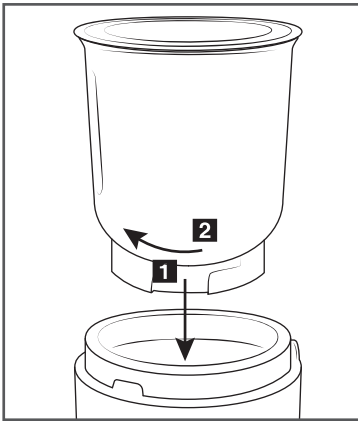

Bild 1
Kontrollera att låsningarna inuti motorenheten **5** glider in i urtagen på behållarens **3/4** sockel (se bild 1/**1**).
- 6) Vrid behållaren **3/4** så att låsningarna inuti motorenheten **5** glider längre in på skenan (riktning **1**) och låser behållaren **3/4** (se bild 1/**2**).